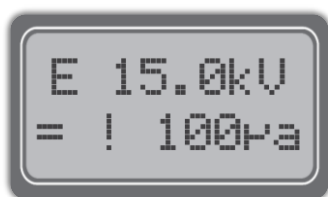

Fig.1
- Si la CC que fluye desde el electrodo es igual o superior a la determinada por el usuario en la opción de **DC sense**. (Fig. 1).